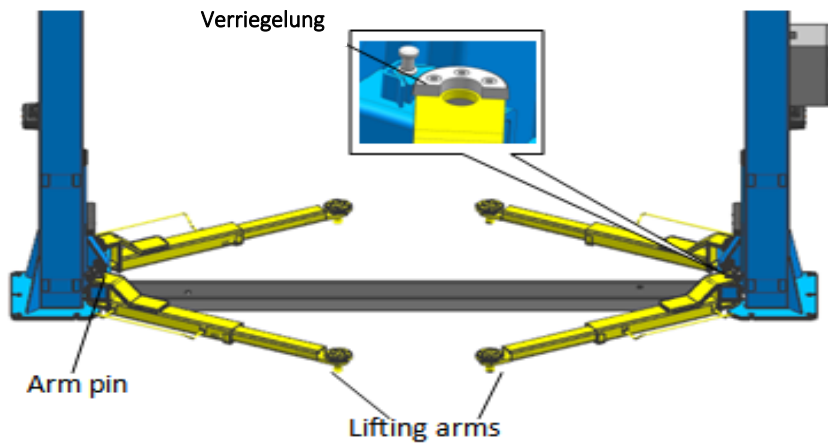

Abb. 11
Schritt 10: Montieren Sie die Hebearme. (Abb.11)